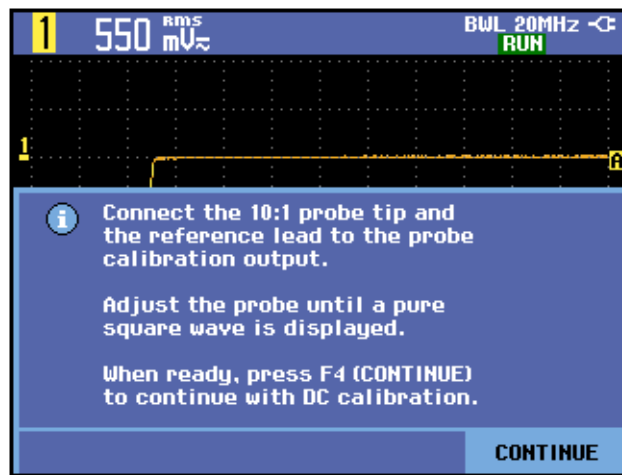

图 2: 方波上升沿
9. 将看到显示器上的方波上升沿（约 500 Hz）。这就是用于校准探头的信号。（请参阅《THS3000 系列示波器用户手册》了解探头校准信息）。（见图2）